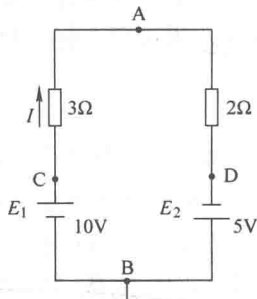

图 1-7
**【例 1-1】** 在图 1-7 所示电路中,分别以 A、B 为参考点计算 C 和 D 点的电位及 C 和 D 两点之间的电压。
**【解】** (1) 以 A 为参考点